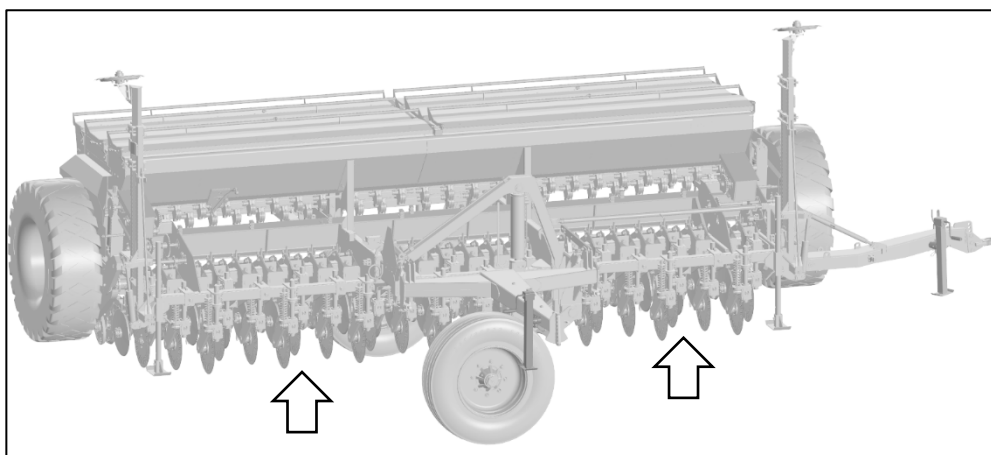

Рисунок 13 – Сеялка в транспортном положении
7. Поднять сеялку с помощью устройства боковой транспортировки, рис. 13.